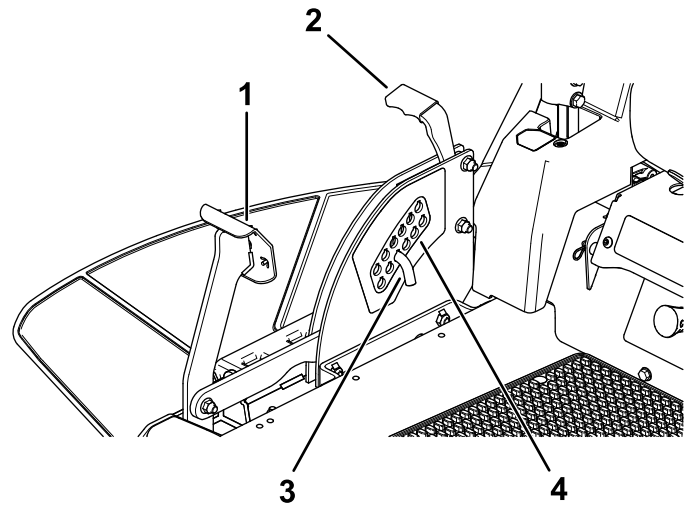

Figura 28
1. Pise el pedal de elevación de la carcasa y eleve la carcasa a la posición de bloqueo de transporte (que es también la posición de altura de corte de 114 mm [4½"]) (Figura 28).
2. Para ajustar la altura de corte, retire el pasador del soporte de altura de corte (Figura 28).
3. Seleccione el taladro del sistema de altura de corte que corresponde a la altura de corte deseada, e inserte el pasador (Figura 28).